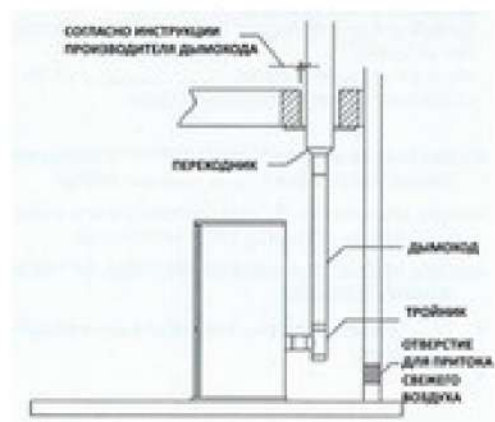

Рисунок 14
- При выпуске дымового газа в утепленный стальной дымоход (рис. 14) используйте соответствующий вентиляционный адаптер.